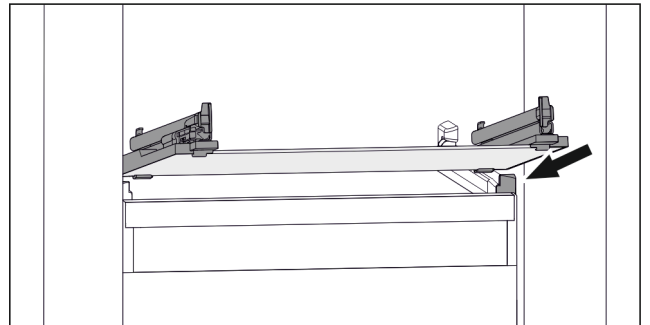

Fig. 89 Eksempel på fremstilling av glassplaten
- ▶ Sett glassplaten på skrå bak stopperne. (se Fig. 89)